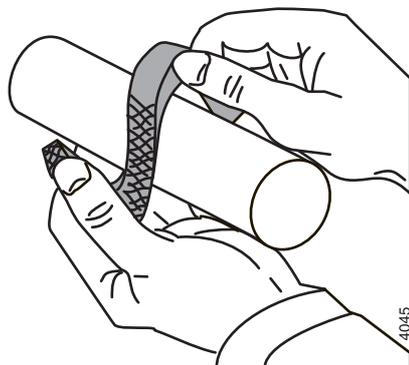

Рисунок 7: Сгибание набивочных колец, раскрываемых в осевом направлении
- 2 Изогните набивочные кольца, раскрывая в осевом направлении, см. рисунок 7, и поместите их вокруг вала насоса. Обеспечьте расположение разрезов на 90° относительно друг друга.
- 4 Согните первое набивочное кольцо, чтобы раскрыть его, как показано на рис. рисунок 7, и оберните его вокруг вала. Тщательно запрессуйте кольцо с помощью подходящей детали или полутрубы.